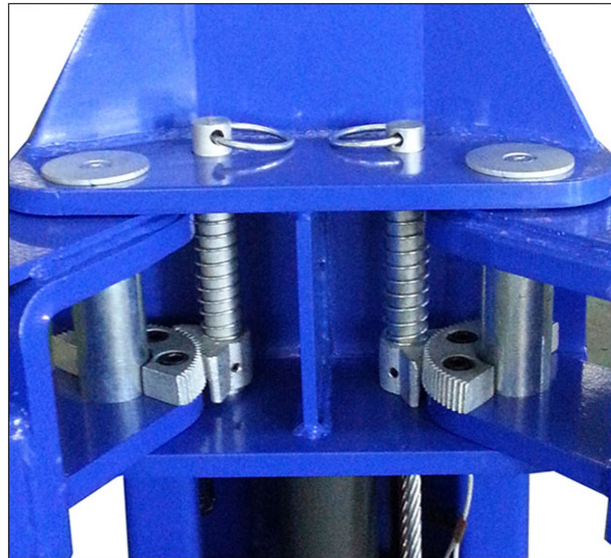

Fig. 35
- ◆ Tryck på upp-knappen, höj vagnarna till en höjd av ca 70 cm från marken, tryck sedan på låsknappen, **STÄLL IN HUVUDSTRÖMBRYTAREN (IG) I LÄGET 0 OCH STÄNG AV STRÖMFÖRSÖRJNINGEN TILL LYFTEN.**
- ◆ Montera armarna på vagnens stöd. Sätt sedan in låssprintarna i hålen, som visas i *fig. 35*. Observera att ingången för båda armarna är densamma som ingången för fordonet.